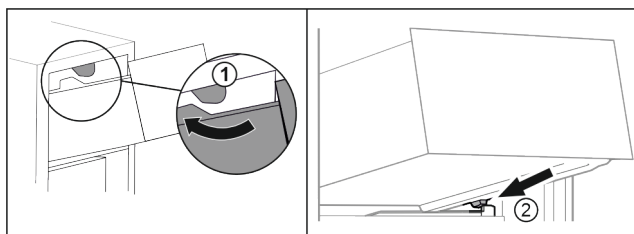

Fig. 90
- Guider le tiroir en contournant les butées supérieures. Fig. 90 (1)
- Placer le tiroir, en l'inclinant, derrière les butées inférieures sur la nervure de récipient. Fig. 90 (2)